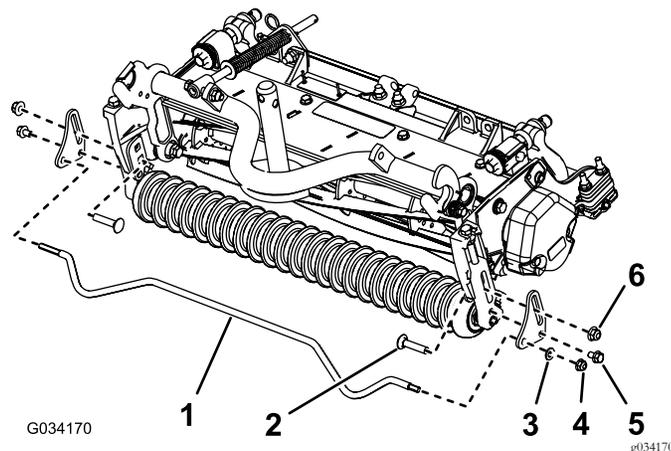

Figura 10
(3/8"), 1 bullone a testa tonda (3/8" x 1¾") e 1 vite flangiata (5/16"); fate riferimento a Figura 10.
- Inserite l'estremità esagonale lunga dell'asta del cesto in 1 piastra del cesto stesso e l'altra estremità nell'altra piastra (Figura 10).
- Assicurate l'estremità esagonale corta dell'asta con una dado flangiato (5/16") e una rondella rinforzata (Figura 10).